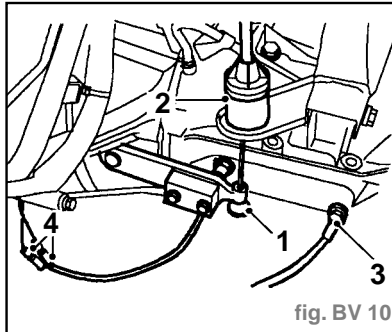

fig. BV 10
- Débrancher le câble d'embrayage du levier de débrayage (fig. BV. 10).